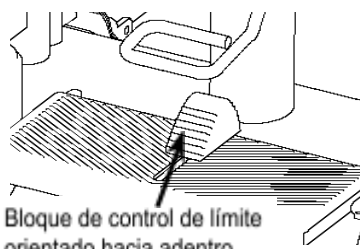

Figura 14
- Cuando el Control de altura está en la posición interna, presione repetidamente el pedal para elevar el asiento. (Según Figura 14)